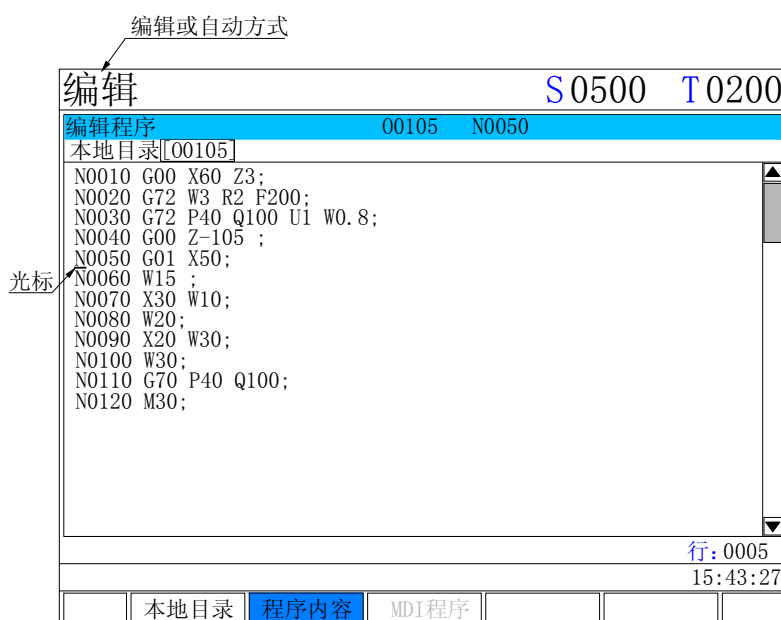

图 8.1.4-1
1、按 上 或 下 键将光标移至准备开始运行的程序段处；入下图 8.1.4-1